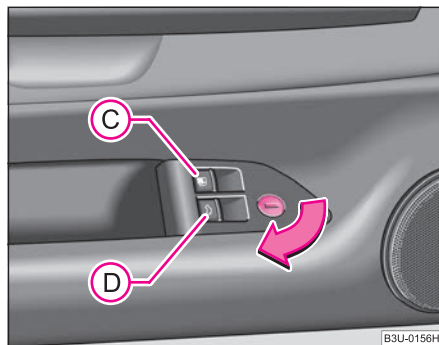

Fig. 25 Parte interior de la puerta del lado del conductor: Conmutador para apertura de la tapa del depósito de combustible y de la tapa del maletero
- Tirar del conmutador **C** ⇒ fig. 25.
- Tirar del conmutador **D** ⇒ fig. 25.
- Gire la llave principal en la cerradura en la dirección de la flecha ⇒ fig. 25.